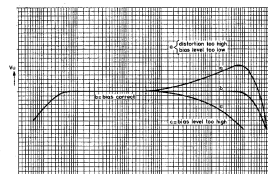

Fig. 2
- *D. - If the adjustment is correct the frequency response curve will be similar to curve b in Fig. 2 (distortion $\leq 5\%$).
- *D. - Si le réglage est correct, la courbe de réponse sera semblable à la courbe b de la Fig. 2 (distorsion $\leq 5\%$).
- *D. - Als de instelling juist is, zal de frequentiecurve gelijk zijn aan kromme b in Fig. 2 (vervorming $\leq 5\%$).
- *D. - Wenn die Einstellung richtig ist, wird der Frequenzgang gleich der Kurve b in Bild 2 (Verzerrung $\leq 5\%$) sein.
- *B. - Collegare lo strumento di servizio al connettore di uscita di una cassa acustica dell'apparecchio. - Posizionare l'apparecchio in riproduzione e usare la cassetta test a 50 Hz. - Regolare la velocità del motore (R), per la minima deviazione dello strumento.
- *D. - Se la regolazione è corretta la curva di risposta in frequenza sarà simile alla curva b in Fig. 2 (distorsione $\leq 5\%$).